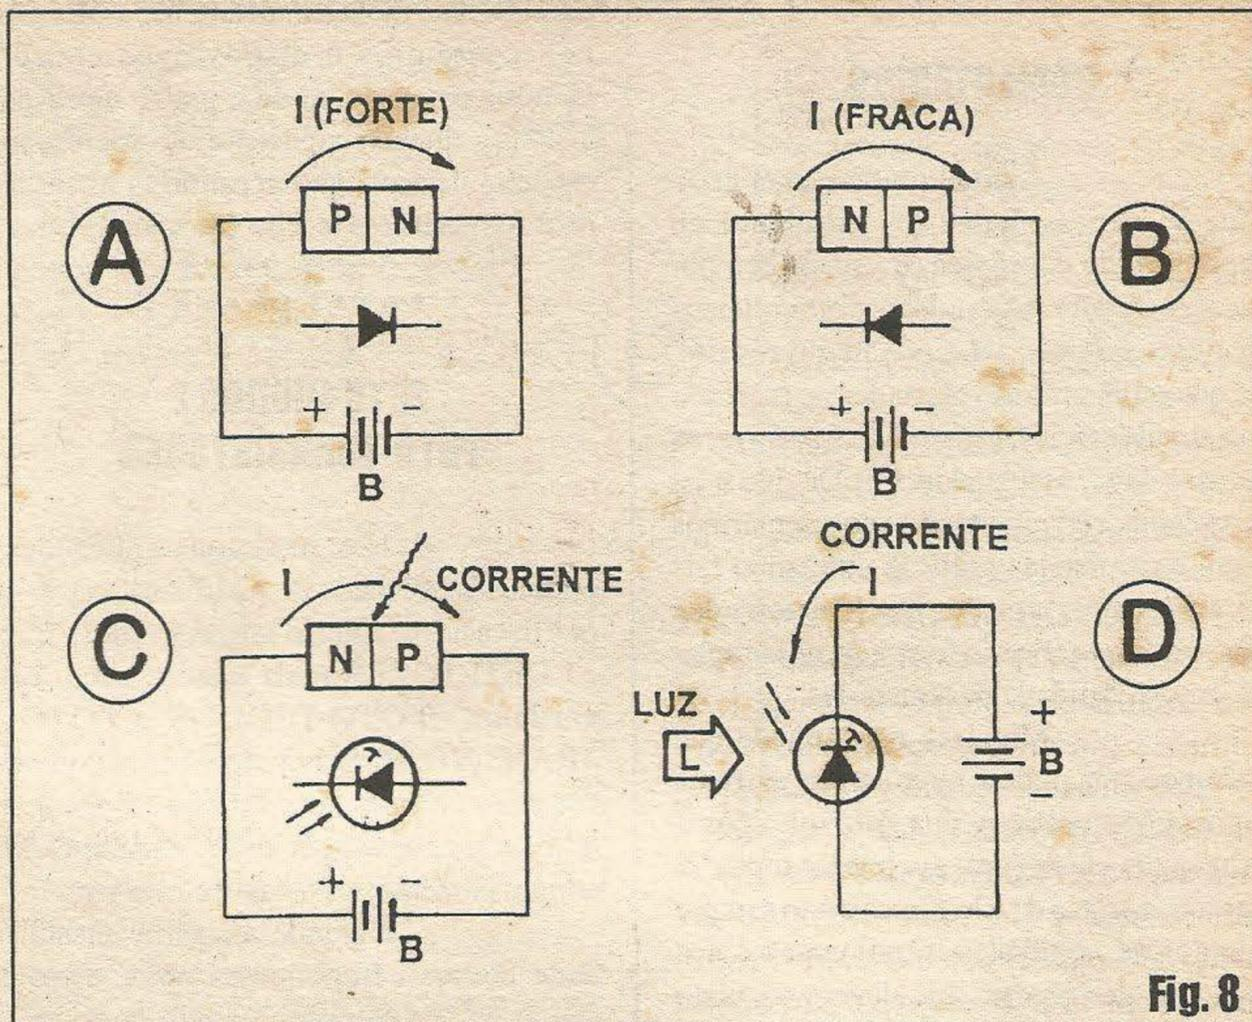

Fig. 8
- FIG. 8 - OS FOTO-DIODOS - Os FOTO-DIODOS pertencem ao grupo dos DETETORES por JUNÇÃO SEMICONDUTORA, mantendo certas semelhanças estruturais (fáceis de perceber...) com os FOTOVOLTAICOS semicondutores... Um FOTO-DIODO também é formado por uma junção P-N (ou seja, de materiais *dopados* com impurezas especificamente calculadas para que assumam polaridades diferentes, devido à *sobra* de elétrons ou de *buracos*...). Assim, basicamente, um FOTO-DIODO não é mais do que um diodo (junção semicondutora P-N), cujo encapsulamento permite à luz atingir a junção... A diferença entre um FOTO-DIODO e um FOTOVOLTAICO reside apenas na *forma* de obtermos o seu funcionamento, e dele *recolhermos* os sinais elétricos proporcionais à energia luminosa que recebem... Enquanto um FOTOVOLTAICO opera *sem* a aplicação de energia (já que é *ele mesmo*, graças à sua grande área de junção - conforme já vimos - quem gera os sinais elétricos, a partir da luz recebida...), o FOTO-DIODO precisa de uma polarização, uma aplicação de tensão fornecida por fonte externa, nos seus terminais. Outra característica importante do FOTO-DIODO é que ele trabalha, normalmente, com polarização *inversa* (esse *negócio* de polarização *direta* e *inversa* foi explicado aos caros leitores/alunos na distante *aula* nº 3 do ABCDE, na *lição* que abordou os diodos *comuns*...). Observando o diagrama, recordaremos que em qualquer diodo semicondutor (junção P-N) submetido a polarização *direta* (como em A), obteremos a passagem de corrente relativamente intensa pelo componente... Já se aplicada polarização *inversa* (como em B), na prática a corrente será quase que totalmente bloqueada, restando apenas uma *correntezinha inversa* minúscula, residual, uma irrisória *fuga* de elétrons em sentido contrário ao da polarização "natural" da